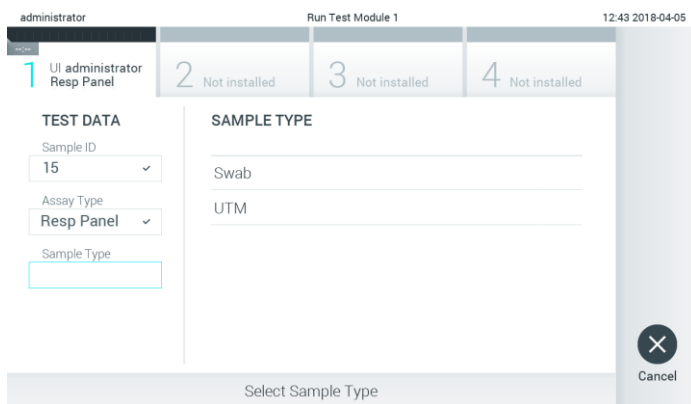

Figura 72. Selectarea tipului probei.
5. Câmpul **Assay Type** (Tip test) va fi introdus automat și, dacă este necesar, un **Sample Type** (Tip de probă) corespunzător trebuie selectat manual din listă (Figura 72).